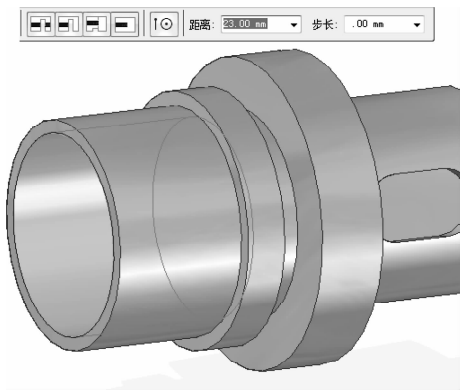

图 7-86 打孔范围
(3) 在程序自动弹出功能菜单栏中单击【打孔-打孔范围】按钮，选择【打孔-有限范围】选项，输入打孔深度值【23mm】，如图 7-86 所示，按 Enter 键确认输入。